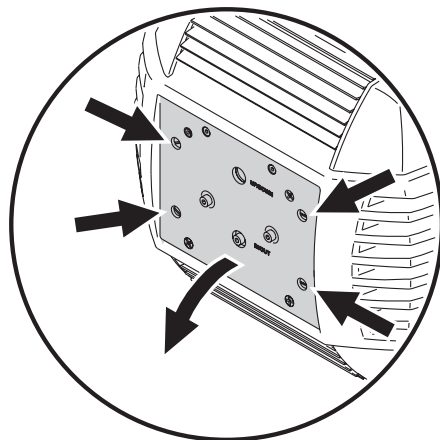

Figura 1: Acceso a la lámpara
2. Aflojar los cuatro cierres de 1/4 de vuelta de la placa de acceso marcados con flechas, como muestra la Figura 1. Tirar del soporte de la lámpara hacia atrás tanto como se pueda y dejar el resto en su sitio.